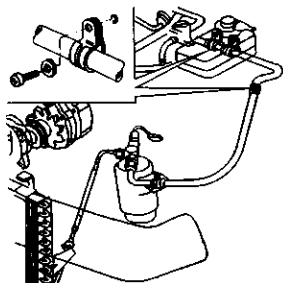

图 5-18 安装蒸发盘
- 2) 安装蒸发盘时，应将盘边缘置于横向盘网的凸缘上，如图 5-18 所示。